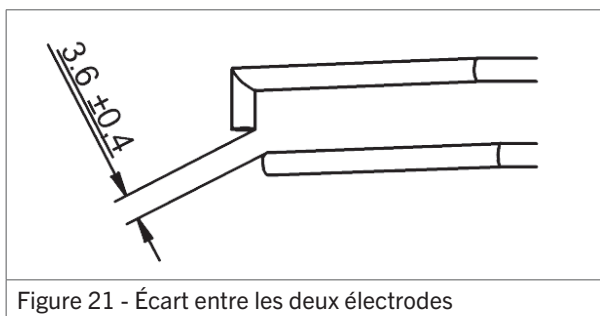

Figure 21 - Écart entre les deux électrodes
- b. L'écart entre les deux électrodes doit être égale à  $(\pm)$  mm (figure 21).